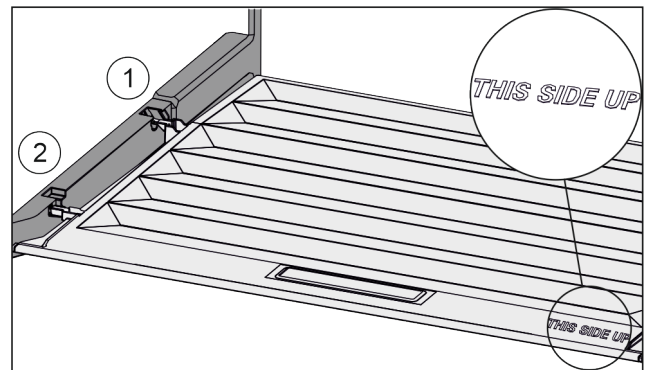

Fig. 151
- ▶ Deckelstege über Öffnung der hinteren Halterung Fig. 151 (1) einführen und vorne in Halterung Fig. 151 (2) einrasten.